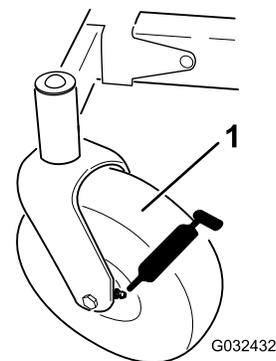
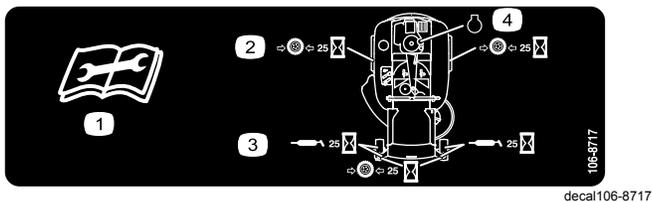

Figura 36
Figura 37
3. Limpie con un trapo los puntos de engrase (Figura 36 y Figura 37).
4. Conecte una pistola de engrasar a cada punto de engrase (Figura 36 y Figura 37).